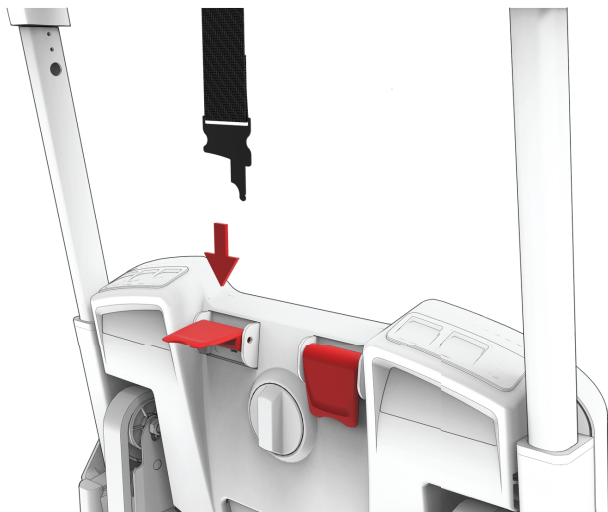
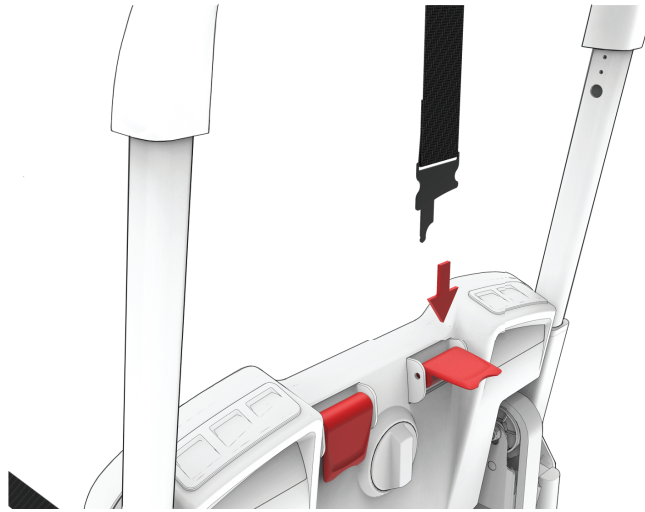

Abbildung 23 – Schultergurt, rechte Patientenseite
Abbildung 24 – Schultergurt, linke Patientenseite
5. Den Schultergurt auf der rechten Patientenseite über die Rückenlehne des Stuhls und unter dem Haltebügel hindurchführen (Abbildung 23 und Abbildung 24). Den PCS-Nocken auf der rechten Patientenseite anheben und anschließend die Schulterklemme durch den PCS-Nocken stecken und durchziehen.